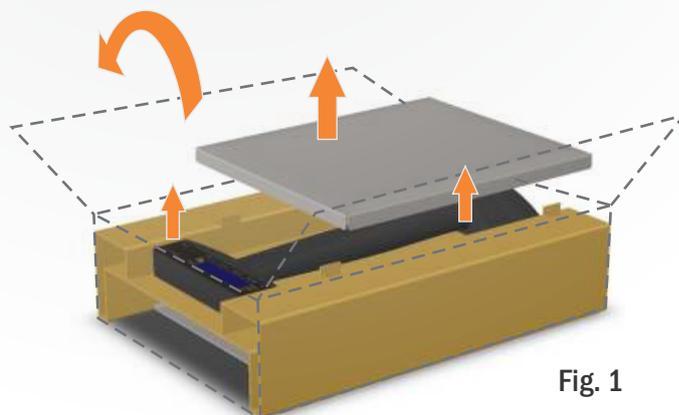

Fig. 1
2. Retire una a una las partes del equipo (fig. 1): BANDEJA DE ACERO, MÁSTIL-VISOR REMOTO y CABLES.